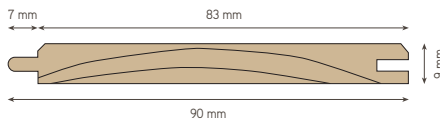

Fig. 1
- Instalar sobre un cadeneteado de MSD Terminación de 2 x 2 con un espaciamiento máximo de 60 cm entre apoyos. En caso de una losa, puede ser MSD de 1 x 2 fijado a la losa mediante tarugos (Fig. 1).